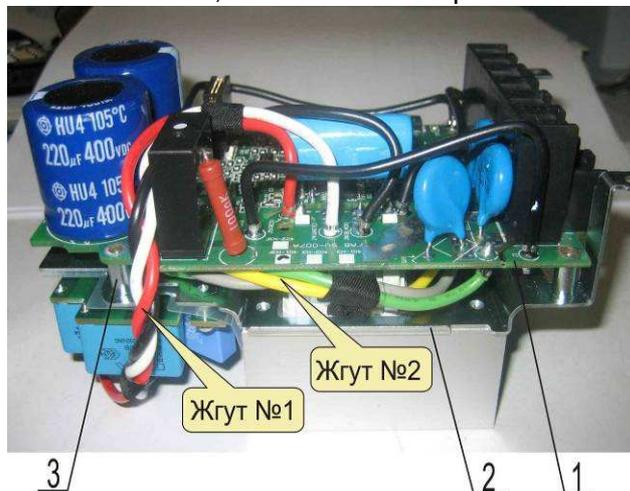
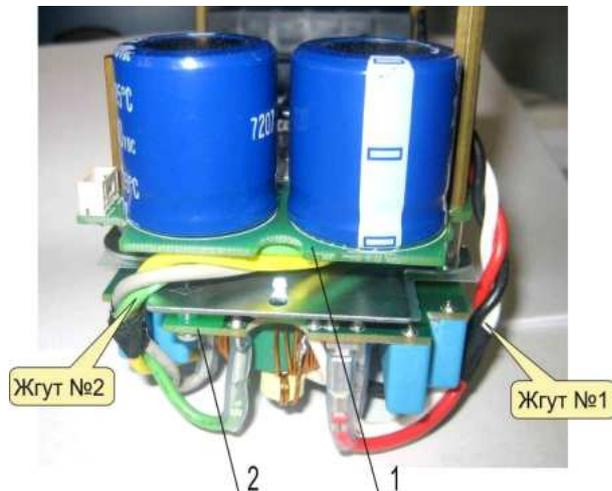

Рис.7.9
Рис. 7.10
7.3.7. Установить плату 1, совместив отверстия платы с резьбовыми отверстиями стоек 3 пластины 2 (рис. 7.9) и выводами матрицы.
7.3.8. Проложить жгут №2 между платой 1 и пластиной 2 (рис. 7.9). Вывести концы жгута №2 с ножевыми наконечниками на угол платы 2 (рис. 7.10). Проложить жгут №1, как показано на рис. 7.9 и 7.10.